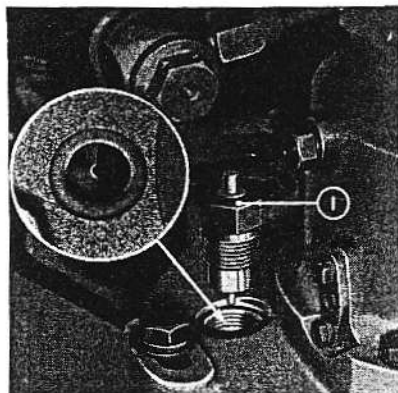

Fig. 37
2. Verwijder de inspectieplug naast de inspuitpomp en draai de motor totdat de twee halfronde putjes, die U kunt zien door de „timing” opening, ongeveer in lijn liggen. Fig. 37.